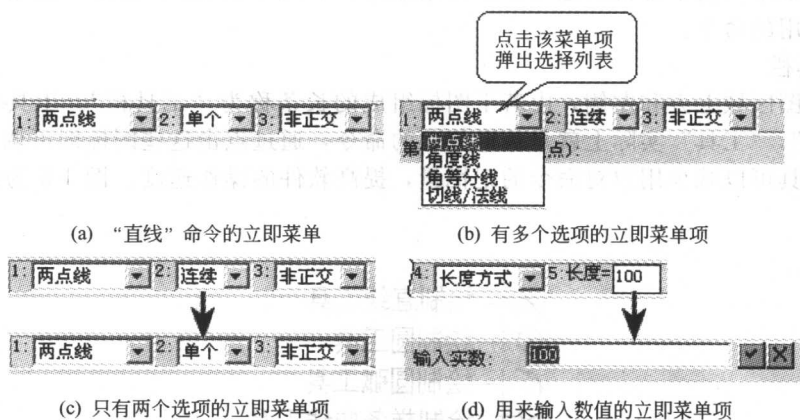

图 1-2 直线绘制命令的立即菜单
CAXA 电子图板的很多命令提供了多种执行方式，用户可以根据实际情况灵活选用。调用这些命令后，系统会在程序窗口的左下角位置列出命令的可选项，称为立即菜单。通过立即菜单，用户可以设置命令执行的方式和参数。图 1-2(a) 为“直线”命令的立即菜单。
① 鼠标点选。用鼠标点击立即菜单项，如果立即菜单项有多个选项，则弹出相应的菜单，如图 1-2(b) 所示；如果立即菜单项只有两个选项，则自动切换，如图 1-2(c) 所示。
示；如果立即菜单项是用来输入数值的，则弹出输入数值文本框，如图 1-2(d) 所示。
② 快捷键“Alt+数字”。同时按“Alt”键和立即菜单项前的数字键即可调用该立即菜单。如果菜单项中有多个选项，可以按住“Alt”键后连续按数字键进行循环选择。例如，在直线命令的立即菜单中（见图 1-2），按住“Alt”键再连续按两次数字键“1”，即可调用角度线功能。
(3) 工具菜单